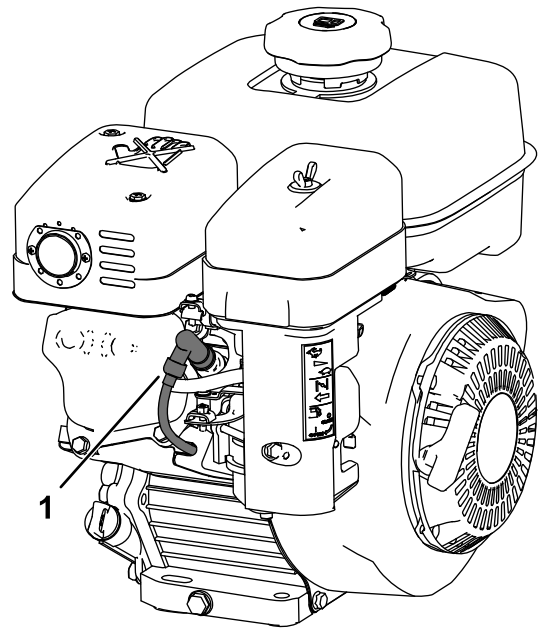

Figure 11
5. Débranchez le fil de la bougie (Figure 11).